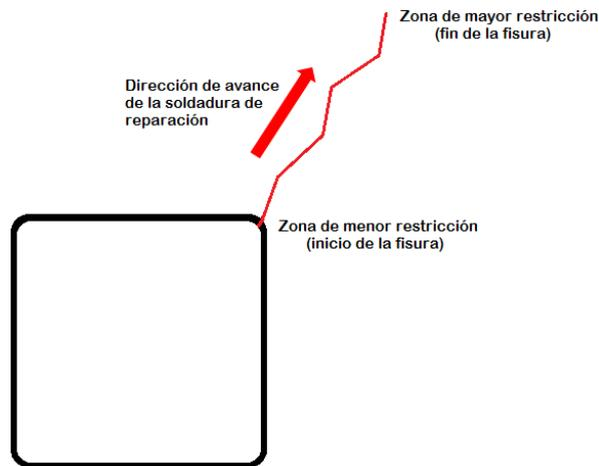

Ilustración 5. Ejemplo de avance de la zona menos restringida a la zona más restringida
- Soldar desde las zonas menos restringidas a las más restringidas (ver Ilustración 5).